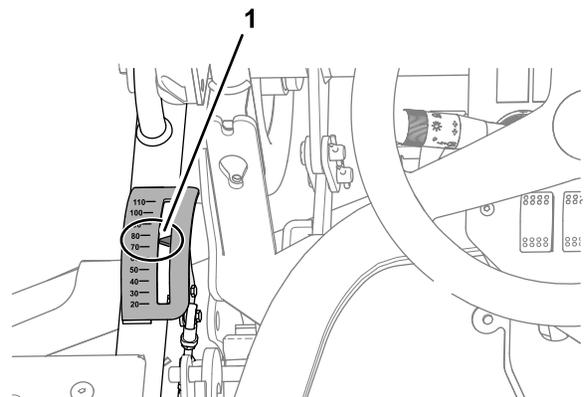
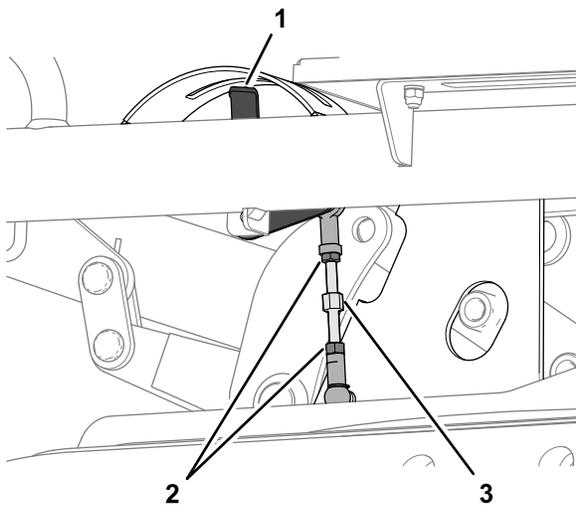

Figura 130
Figura 131
2. Sente-se no banco do operador e observe o ponteiro do indicador da altura de corte (Figura 130).
A. Desaperte as 2 porcas de bloqueio que prendem a articulação da altura de corte (Figura 131).
- B. Rode a ligação até o ponteiro do indicador da altura de corte ficar alinhado com a marca dos 75 mm quando visto a partir do banco do operador (Figura 130 e Figura 131).
- C. Aperte as 2 porcas de retenção (Figura 131).